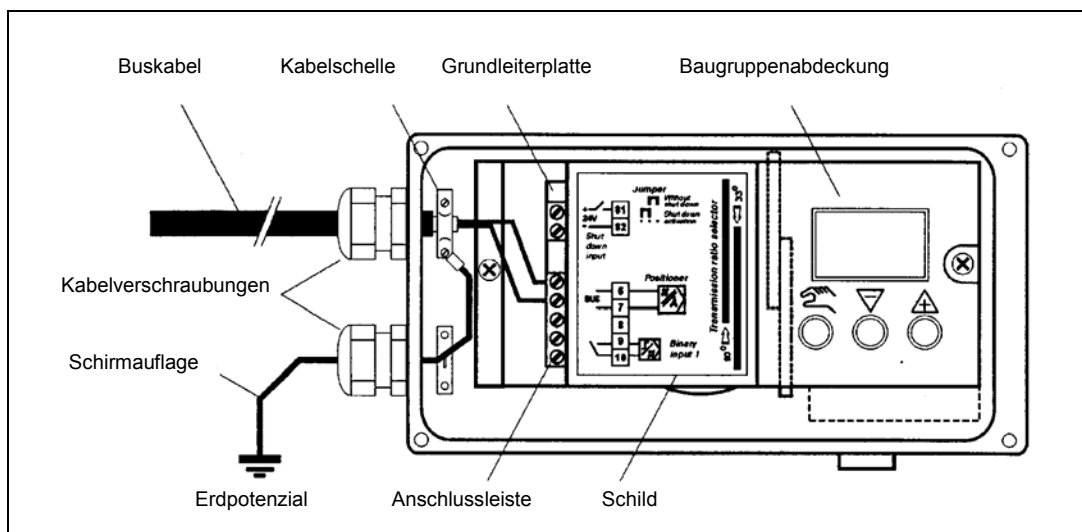

Bild 5-3 Anschluss des Buskabels
6. Schließen Sie die rote und grüne Ader gemäß Bild 5-3 an die Klemme 6 und 7 der Grundleiterplatte an (die Polarität spielt dabei keine Rolle).